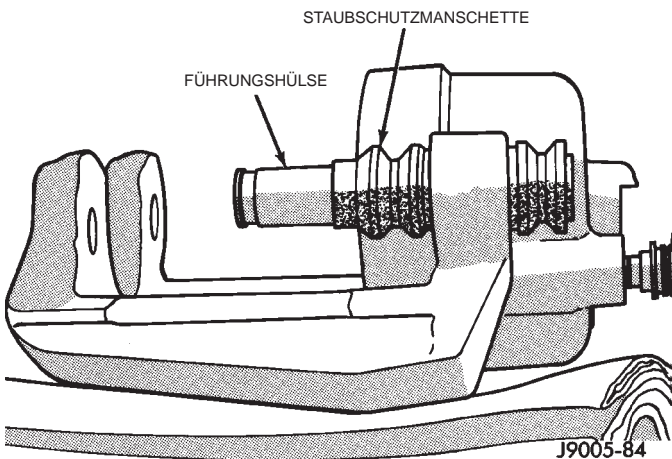

Abb. 70 Einsetzen von Führungshülsen und Staubschutzmanschetten
(1) Bremssattelkolbenbohrung, neue Kolbendichtung und Kolben mit sauberer Bremsflüssigkeit schmieren.
(2) Bremssattelführungshülsen und die Innenseite der Staubschutzmanschetten mit Silikonschmierfett behandeln.
(3) Die Staubschutzmanschetten in den Bremssattel einsetzen, dann die Führungshülse in die Staubschutzmanschette einführen und in die richtige Position drücken (Abb. 70).